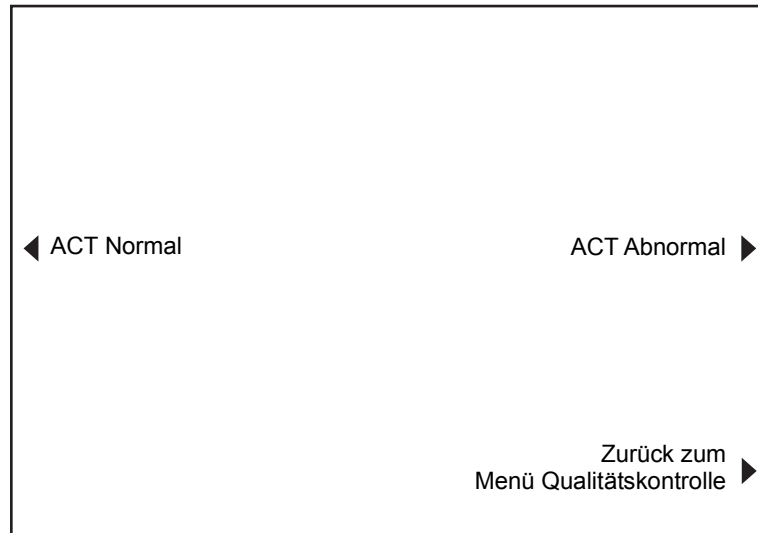

Abbildung 7-4. Bildschirm QK ACT NORMAL/ABNORMAL
1. Drücken Sie im Bildschirm MENÜ „QUALITÄTSKONTROLLE (QK)“ die Taste *Start/Stop*, um den Test einzuleiten.
2. Für eine HR-ACT-Kartusche erscheint ein normaler/abnormaler Bildschirm, wie in Abbildung 7-4 gezeigt. Drücken Sie entweder die Funktionstaste **ACT Normal** oder die Funktionstaste **ACT Abnormal**, um die durchzuführende Kontrolle auszuwählen.